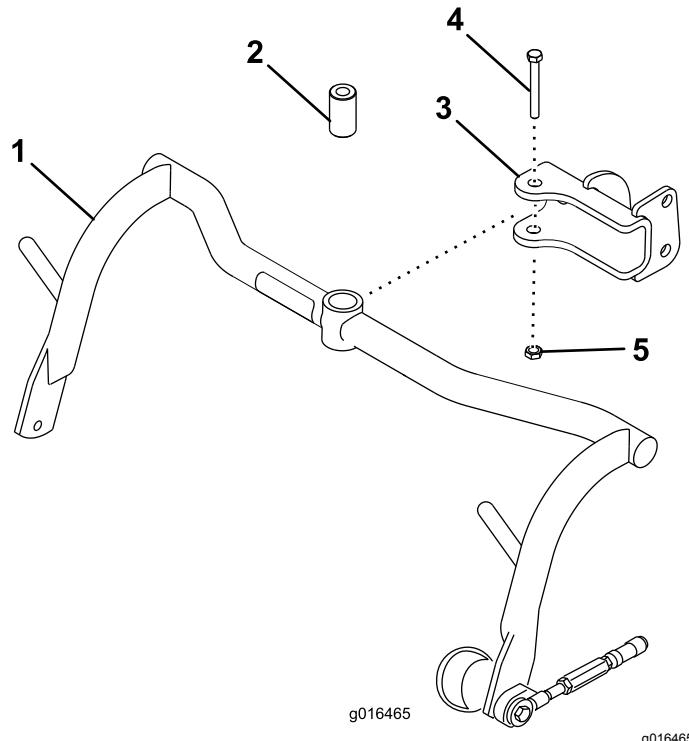

Figure 8
- Montez un bâti porteur sur chaque chape avec une entretoise, un boulon (1/2" x 3-1/4") et un contre-écrou (1/2") ; voir Figure 8. Serrez à un couple de 91 à 113 N·m.